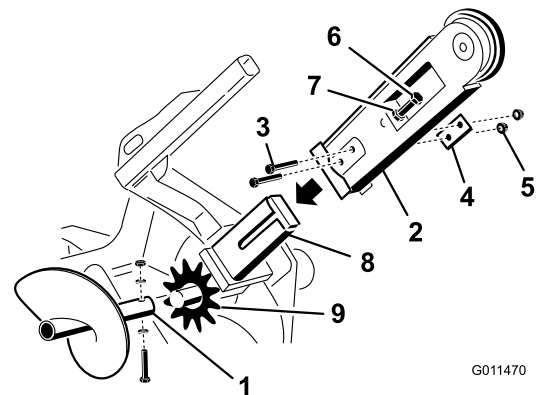

Figura 3
2. Retire el perno, las 2 arandelas curvas y la tuerca que sujetan el sinfín para escombros, y retire el sinfín (Figura 3). Guarde los herrajes para su uso futuro.
3. Retire los 2 pernos, las tuercas y las arandelas dobles de los lados de la espada (Figura 3).
4. Afloje el perno de ajuste y la contratuerca (Figura 3).